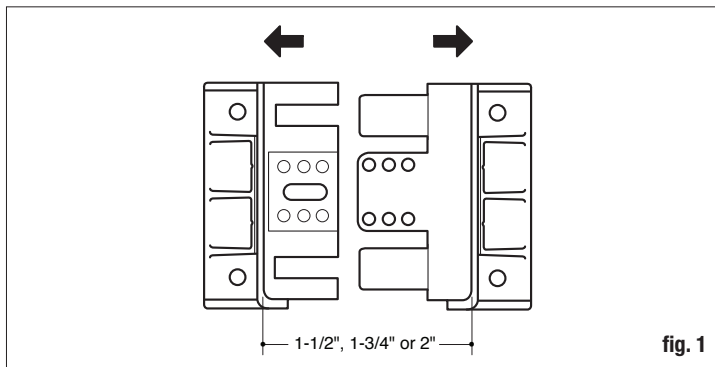

fig. 1
1. Measure the width of the panel rails. The bracket is adjustable to fit three rail widths – 1-1/2", 1-3/4" and 2". Carefully bend the two sides outward to lift the holes off the raised locking tabs and slide both sides apart until you reach the rail width (fig. 1). Release the bend to lock into place. Slide the brackets onto the rails of the panel. Do not attach to rail yet.
1. Mida el ancho de los rieles del panel. El soporte es ajustable para sujetarse a los tres anchos de riel: 3.8 cm (1-1/2 pulg), 4.4 cm (1-3/4 pulg) y 5.1 cm (2 pulg). Doble cuidadosamente los dos lados hacia afuera para levantar los agujeros de las pestañas de sujeción, y deslice ambos lados, separándolos, hasta que alcance el ancho del riel (fig. 1). Suelte el doblado para que se sujete en su lugar. Deslice los soportes sobre los rieles del panel. Aún no los sujete al riel.